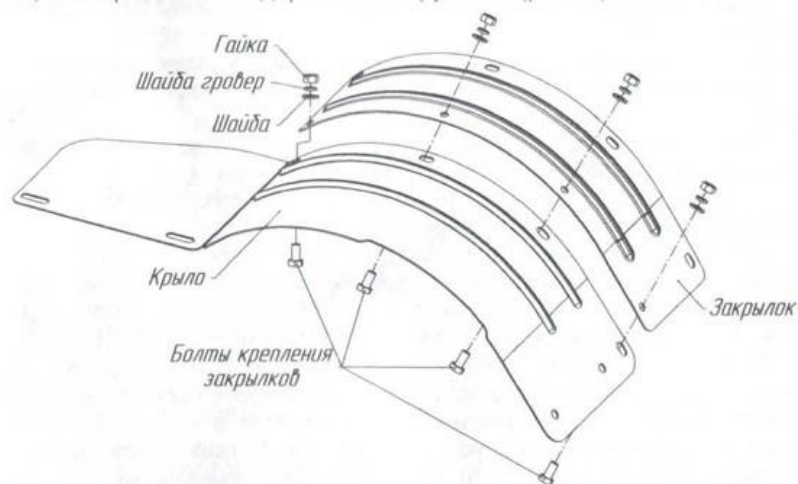

Рис.12 Схема крепления закрывков
22. При фрезеровании защитные устройства, закрывки и щитки должны быть установлены на соответствующие места и надежно закреплены с помощью исправного стандартного инструмента (рис.12).
12. При работе с фрезами-культиваторами необходимо установить закрывки (рис.12).